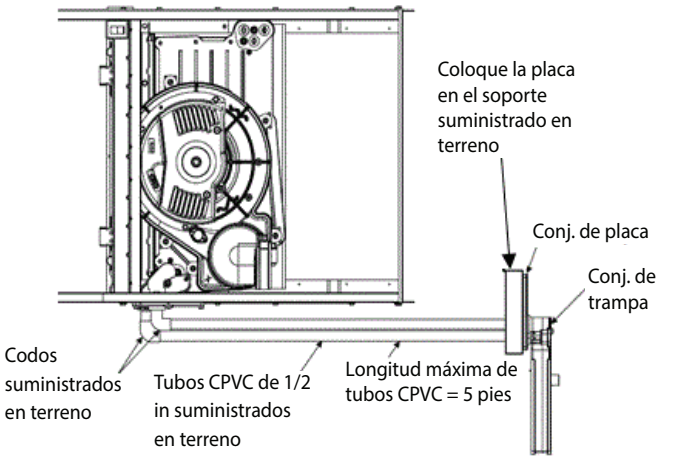

Fig. 23 – Opción horizontal alternativa: trampa remota
3. Atornille la placa adaptadora al adaptador de la trampa con el tornillo proporcionado (consulte la Fig. 23). Se recomienda perforar orificios guía para alinear mejor la placa con la abertura del agujero prepunzonado.
4. Instale la segunda placa de la trampa en la ubicación remota, a menos de 5 pies del calefactor (Fig. 23).
5. Mediante el uso de 2 tubos CPVC de 1/2 in de la longitud deseada (5 pies o menos) y 2 codos de CPVC, todos suministrados en terreno, haga funcionar el drenaje desde la placa adaptadora en el calefactor hasta la placa adaptadora remota (Fig. 23).
6. Atornille la trampa a la placa adaptadora con el tornillo proporcionado (Fig. 23). Asegúrese de que la trampa esté firmemente asegurada y apoyada.